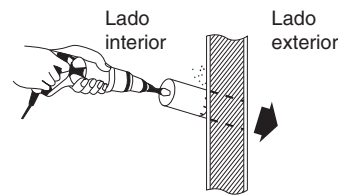

Fig. 3-4
(4) Utilizando una sierra de arco, una sierra de orificio muescada o un instrumento de perforación de orificios, realice un orificio en la pared. (Fig. 3-4)